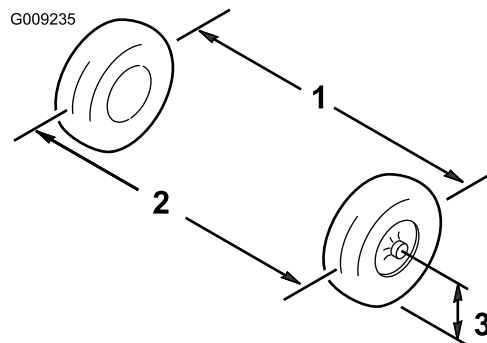

Figura 34
6. Meça a distância entre os pneus dianteiros à altura do eixo na zona dianteira e traseira dos pneus dianteiros (Figura 34).